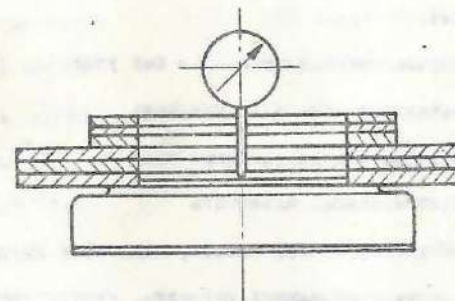

Рис. 5. Схема измерения максимальной скорости опускания измерительного поршня.
- измерительную ножку индикатора часового типа приставить к верхней лобовой поверхности головки болта /звернутого вместо винта/ по оси вращения измерительного поршня согласно рис. 5;